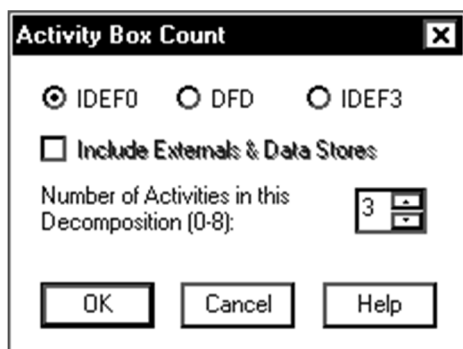

Рис. 5. Количество блоков
1. Выберите кнопку перехода на нижний уровень  в панели инструментов. В окне **Activity Box Count** установите число работ (*Number Activity =3*) на диаграмме нижнего уровня, проверьте тип IDEF0 и нажмите кнопку **OK** (рис. 5).